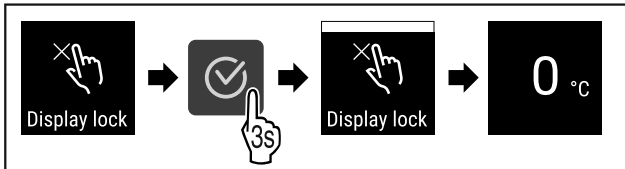

Fig. 74
- ▶ Végezze el a gyakorlati lépéseket (lásd Fig. 74) .